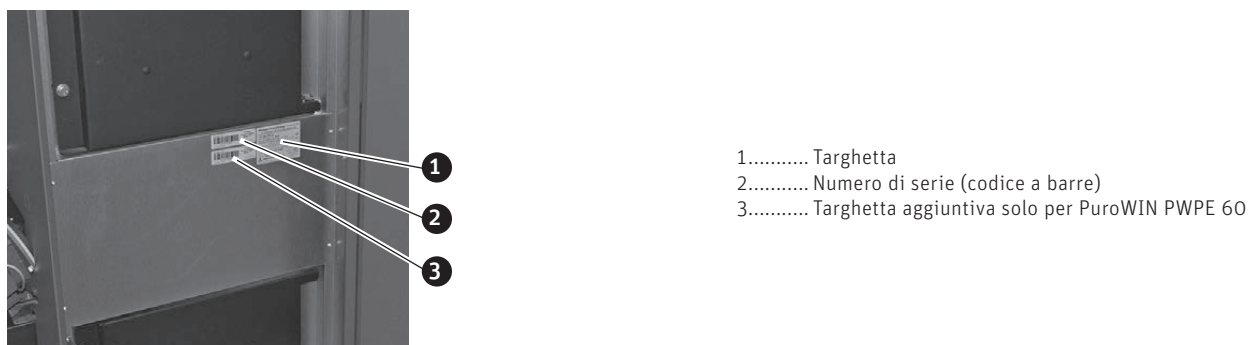

Fig.100 Applicare targhetta e numero di serie (codice a barre)
- ▶ Applicare la targhetta allegata e il numero di serie (codice a barre) all'interno sulla copertura centrale anteriore – Fig. 100.